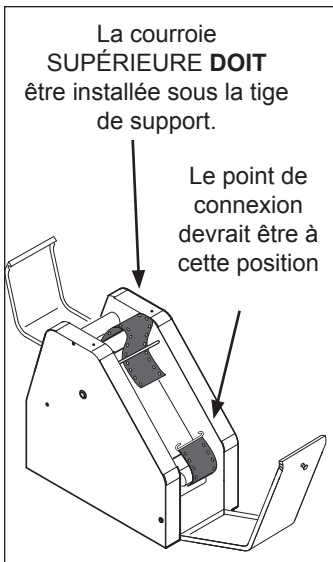

Figure 6. Installation des courroies à bande
3. Installer la courroie à bande avant autour du rouleau avant supérieur avec la goupille de connexion vers le bas de l'appareil (figure 6).
4. Faire passer la courroie à bande dans le grille-pain et la tirer autour du rouleau avant inférieur (figure 6).
5. Connecter les bouts de la courroie à bande en glissant le bout supérieur par-dessus les deux côtés de la tige de connexion (figures 6 et 7).
REMARQUE : Se reporter à la figure 6 pour les points de connexion appropriés au moment d'installer les courroies à bande.